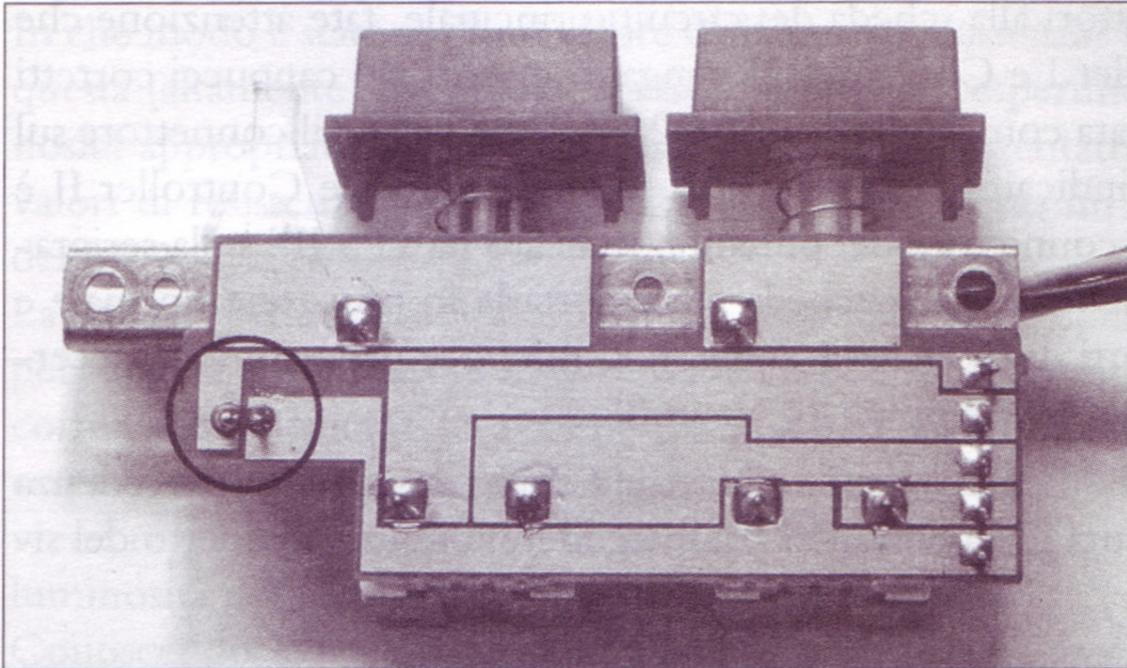

Figura 6.26 Dissaldare e rimuovete il LED.
11. A questo punto dobbiamo rimuovere il LED originale dalla piccola scheda di circuiti. La Figura 6.26 mostra il lato saldato della scheda con i due pad del LED. Dissaldare le due connessioni, rimuovete con attenzione il LED e gettatelo.